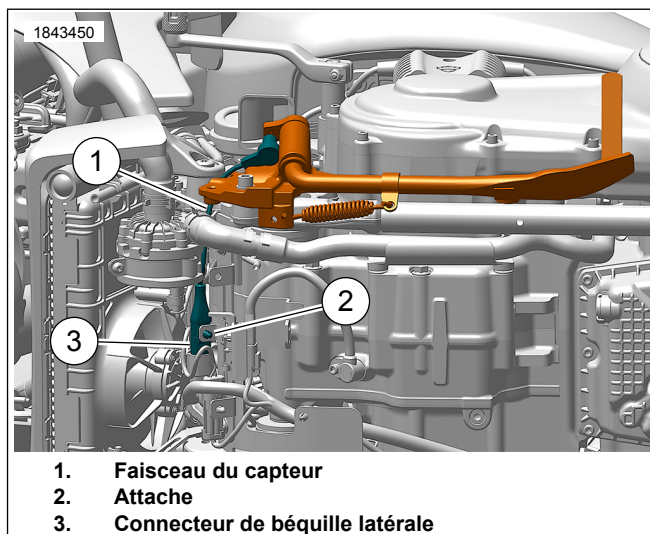

Figure 3. Installation du faisceau
4. Voir la figure 3. Acheminer le faisceau (1) jusqu'au connecteur de la béquille latérale (3).
5. Fixer le connecteur du faisceau à l'aide de l'attache (2).